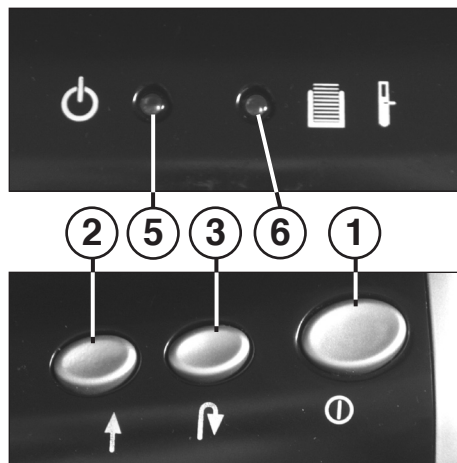

Рис. 1
- 1 = Переключатель "Готов к работе" (рис. 1)**
- 2 = Кнопка "вперед" (рис. 1)**
- 3 = Кнопка "назад" (рис. 1)**
- 5 = Контрольный индикатор "Готов к работе" (рис. 1)**
- 6 = Контрольный индикатор (красный / желтый) (рис. 1)**
Включить машину переключателя (1) (рис. 1). Загорается контрольный индикатор (5) (рис. 1).
Когда приемный контейнер заполнится бумагой, машина отключается. Звучит иредупредительный сигнал. Загорается контрольный индикатор (6) (рис. 1) (красный). Действуйте следующим образом:
- Выньте приемный контейнер (9) вместе с приемной ванночкой (10) из нижней части корпуса.
- иредупредительный сигнал перестанет звучать. Контрольный индикатор (6) (рис. 1) гаснет.
Следите за тем, чтобы прибор в ночное время был выключен с помощью переключателя (1) (рис. 1).
При перегрузке электромотор отключается. Загорается контрольный индикатор (6) (рис. 1) (желтый). Выключите прибор с помощью переключателя (1) (рис. 1).